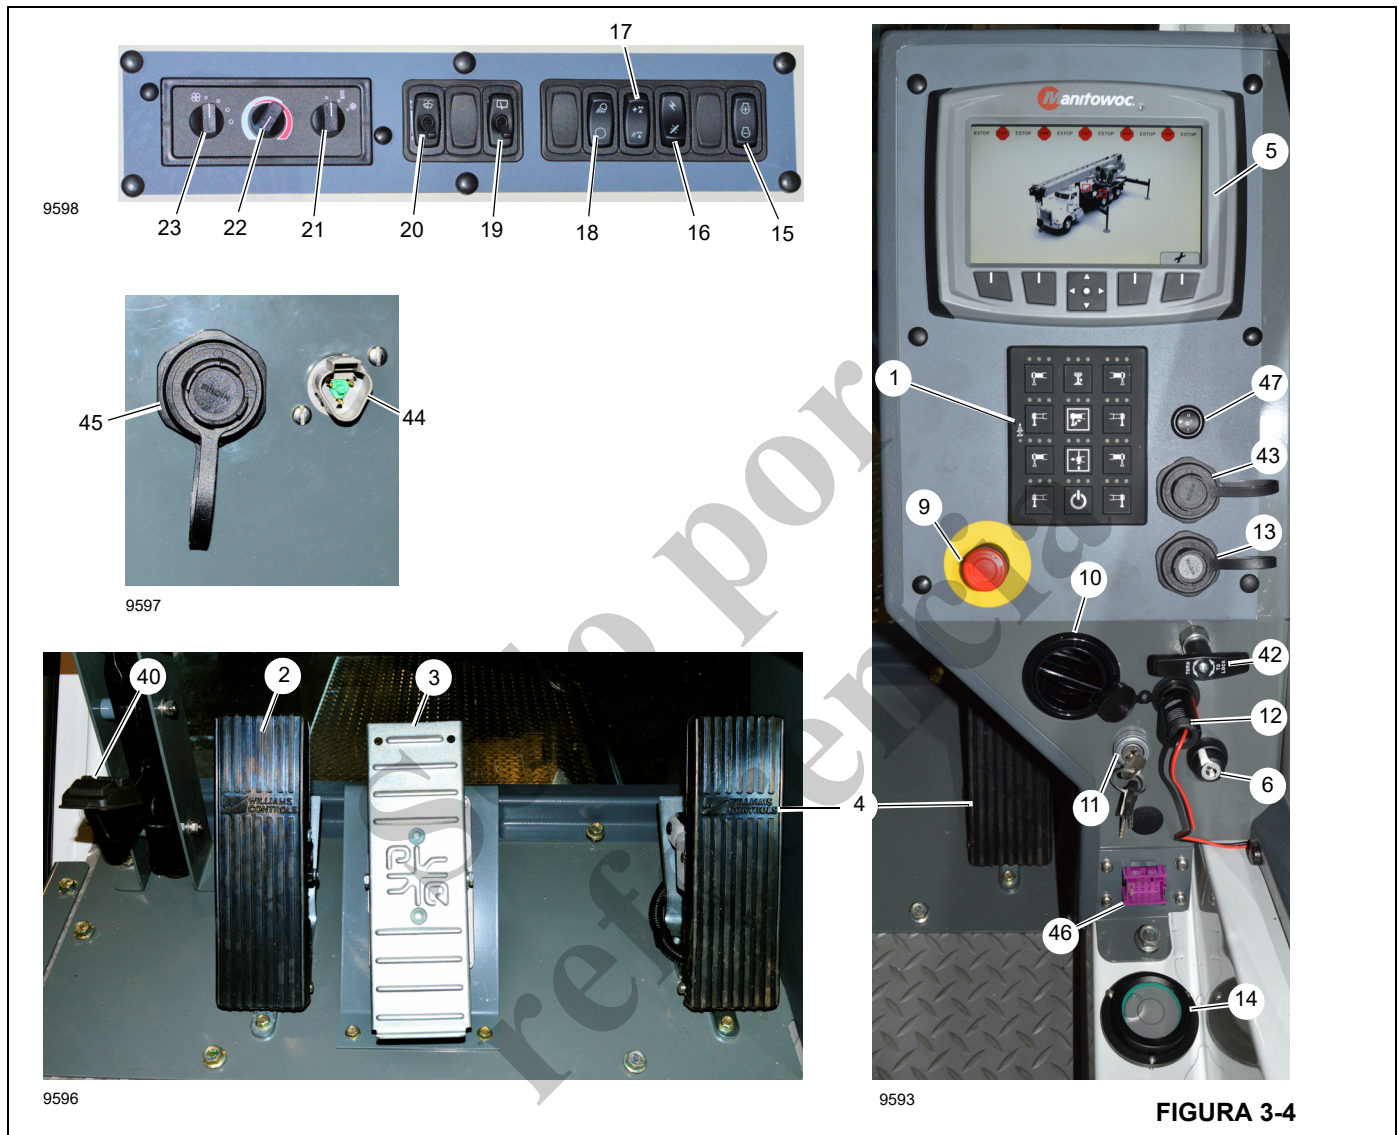

FIGURA 3-4
**NOTA:** El operador debe estar en el asiento de la cabina de la grúa con el apoyabrazos abajo y el interruptor de alimentación de la grúa (Figura 3-4) encendido para que los controles de los estabilizadores en la cabina de la grúa funcionen.
Los controles de la grúa se encuentran en la cabina de la grúa y se usan para accionar todas las funciones de la grúa. Vea la Figura 3-4 y la Figura 3-5 para la identificación de los números de los artículos en la cabina de la grúa. Para obtener la mejor respuesta de los controles, haga funcionar el motor a la aceleración gobernada cuando se usa la grúa.
El pedal del freno de giro (2, Figura 3-4) se encuentra en el lado izquierdo del piso de la cabina de la grúa. Al pisar el pedal, se aplica el freno a la torreta y se impide que gire. Cuando se suelta el pedal, la torreta puede girar libremente.
El bloqueo de la estructura (42, Figura 3-4) se usa para bloquear el giro la superestructura cuando la pluma está sobre la parte delantera o la parte trasera de la grúa. Consiste en una manivela de empuje-tiro en la consola y un pasador de control de bloqueo de la estructura. El bloqueo de la estructura es muy útil cuando va a retirarse o instalarse el contrapeso, y debe conectarse durante el transporte.
Si está instalado, el pedal del freno de giro en 360° (40, Figura 3-4) se encuentra en el lado izquierdo más alejado del piso de la cabina de la grúa. El pedal se utiliza para activar el conjunto de bloqueo de giro para evitar que la torreta gire en cualquier posición. Al pisar el pedal, se aplica el freno a la torreta y se impide que gire. Cuando se suelta el pedal, la torreta puede girar libremente.
La grúa está equipada con el pedal de telescopización de la pluma sólo cuando se incluye la opción de malacate auxiliar. El pedal de telescopización (3, Figura 3-4) se encuentra en el piso de la cabina de la grúa y sirve para extender y retraer la pluma. Al pisar la parte superior del pedal se extiende la pluma; al pisar la parte inferior del pedal se retrae la pluma.
El pedal acelerador (4, Figura 3-4) se encuentra en el piso de la cabina de la grúa y se usa para regular la velocidad del motor. Pise el pedal para acelerar el motor y suéltelo para permitir que el motor retorne a ralentí.
El panel de visualización (5, Figura 3-4) corresponde al limitador de capacidad nominal (RCL). Para más información, consulte "Limitador de capacidad nominal" en la página 7-1.
El interruptor ubicado en el tablero de control delantero es un interruptor momentáneo (6, Figura 3-4). Gire la llave a la posición de encendido (derecha) para desactivar los controles del RCL. Al soltar la llave se permite que los controles del RCL se reactiven.
El interruptor de parada de emergencia de la grúa (9, Figura 3-4) se ubica en la consola de la cabina y se utiliza para apagar el motor del camión en caso de emergencia. Empuje el botón rojo para apagar el motor, gire la perilla y tire para reanudar el funcionamiento normal.
Los registros del acondicionador de aire y del calefactor (10, Figura 3-4) se ubican en el tablero de control, detrás del tablero, debajo del asiento y a nivel de la cabeza.
El interruptor de encendido de la grúa (11, Figura 3-4) se encuentra en la consola de la cabina de la grúa y regula la alimentación del motor diésel del camión y de la cabina de la grúa. El interruptor de encendido tiene tres posiciones:
Este tomacorriente para accesorios de 12 V (12, Figura 3-4) se ubica en la parte inferior del tablero de control delantero y está diseñado para aceptar la mayoría de los enchufes adaptadores de 12 V.
El puerto USB para pantalla (13, Figura 3-4) se encuentra en el tablero de control delantero. Use este puerto para instalar y actualizar el software de la pantalla del RCL.
El conector de diagnóstico (46, Figura 3-4) se ubica en la parte inferior del tablero de control delantero. Se usa para prestar servicio al módulo de control RCL del sistema de control de la grúa (CCS).